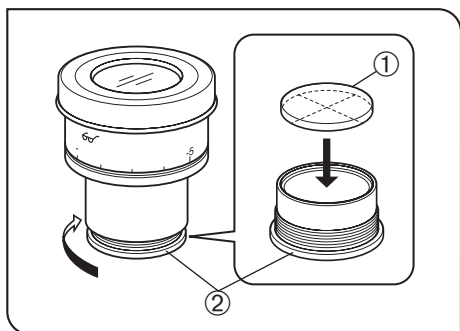

Рис. 26
### 3 Установка микрометрического диска в окуляр (Рис. 26)
В соответствии с рис. 26, повернув встроенную обойму микрометра ② в направлении стрелки, снимите ее с окуляра и поместите микрометрический диск ① в обойму так, чтобы поверхность с маркой модели была обращена вниз.